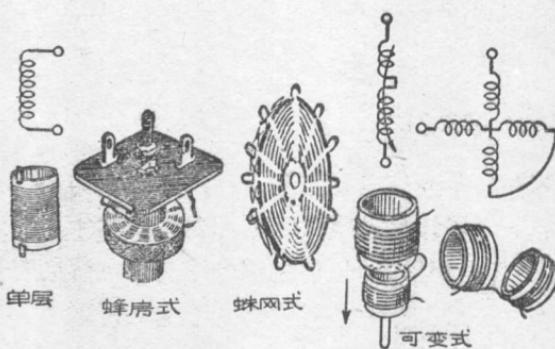

图 10 各种线圈
3. 線圈 它和下面所說的电容器相配合，是矿石收音机用来挑选电台的部分。因此也可以說是矿石收音机的一个大门。線圈是用銅綫（漆包綫或絲包綫、紗包綫）繞在一个線圈管上。象竹管、紙管、瓷管等都可以做線圈管。有的線圈用較粗的漆包綫繞成，甚至可以做成不用線圈管的。線圈根据它的繞法不同分成单层或多层式、蜂房式、花籃式、蛛网式等等，見图10。在本书中常用的線圈为单层式的。如果有二个線圈同繞在同一線圈管上，或将两个線圈并排地放置，它們之間就产生所謂互相感应的作用。当一个線圈有高頻交流电通过时，另一个線圈中也会产生交流电。这种作用叫交連，或耦合。